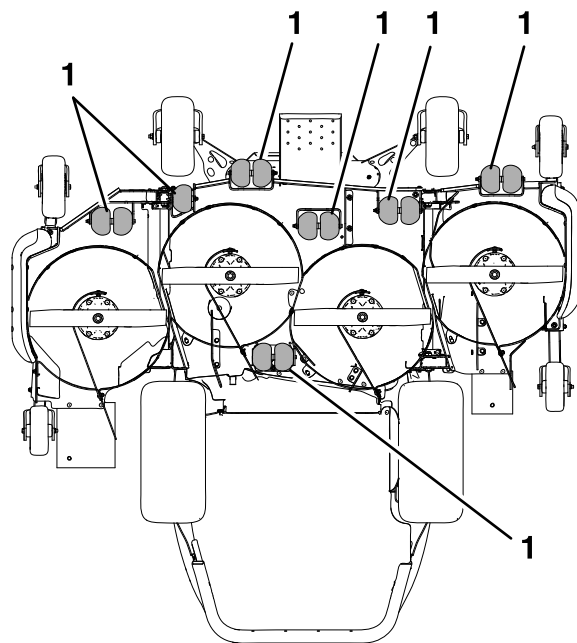

Figure 31
**Remarque:** Le tablier de 244 cm (96 po) comporte 13 emplacements pour les galets anti-scalp (Figure 31).